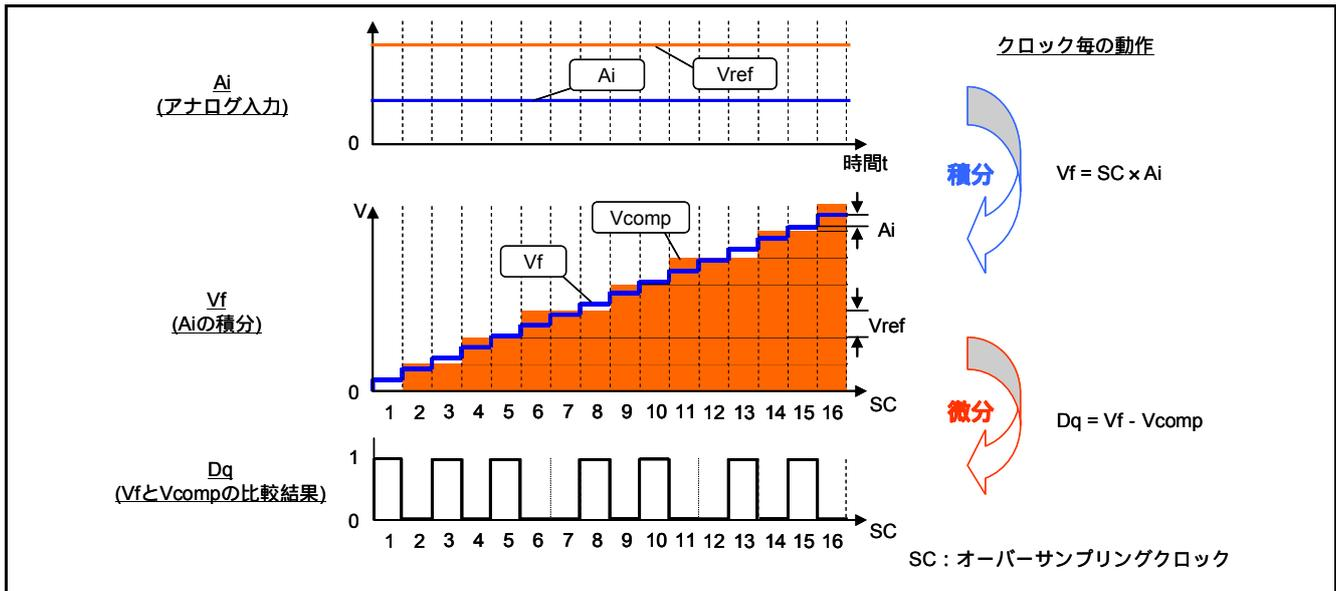

図 1.5 変調器による A/D 変換
図 1.5に 変調器による A/D 変換を示します。ここでは直流 (DC) 電圧を測定することを例にして説明します。まず、測定したいアナログ入力電圧 A_i 、 A_i の積分値 V_f 、初期値 0V の比較電圧 V_{comp} 、基準電圧 V_{ref} 、オーバーサンプリングクロック SC 、比較結果 D_q を用意します。